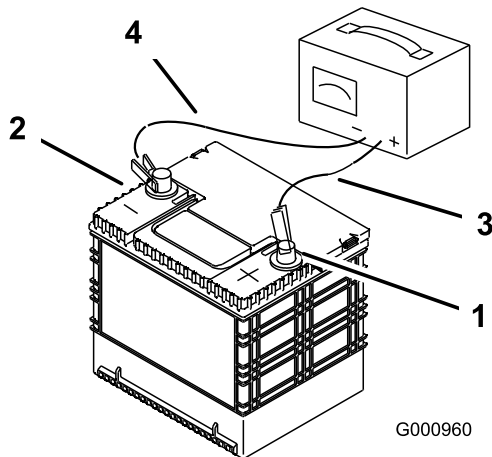

Bild 49
2. Wenn die Batterie ganz aufgeladen ist, ziehen Sie den Stecker des Ladegeräts aus der Dose. Klemmen Sie dann die Klemmen des Ladegeräts von den Batteriepolen ab (Bild 49).